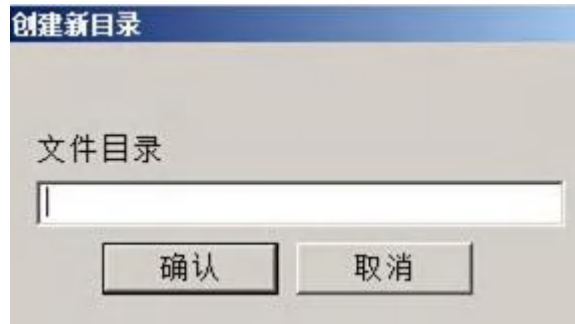

图 3-6(要生产的 PCB 的名字)
- 5 单击[  ]按钮，如图 3-6，新建一个程序,如“test”，输完文件名后单击[确定]。进入 test 程序的设置。如图 3-7，3-8，3-9。